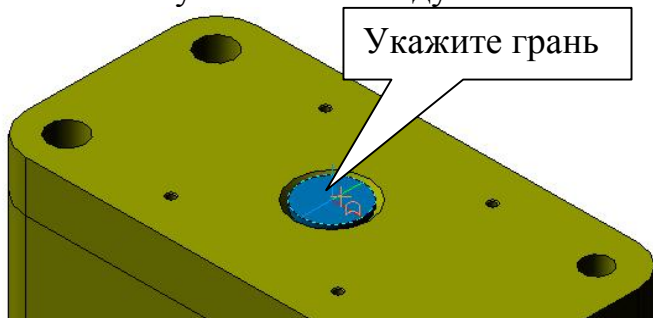

Рис. 85
- 5) Укажите курсором грань детали «Втулка», рис. 85, перейдите в режим редактирования эскиза  и постройте окружность  $\varnothing 40$ . Перейдите в режим редактирования детали  и выполните